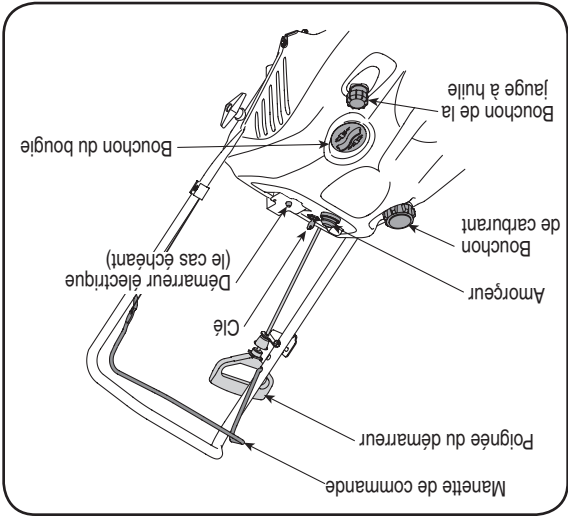

Figure 5
2. Suivez maintenant les instructions ci-dessous comme il s'applique à votre machine. Voir la Figure 5 pour la position des commandes.